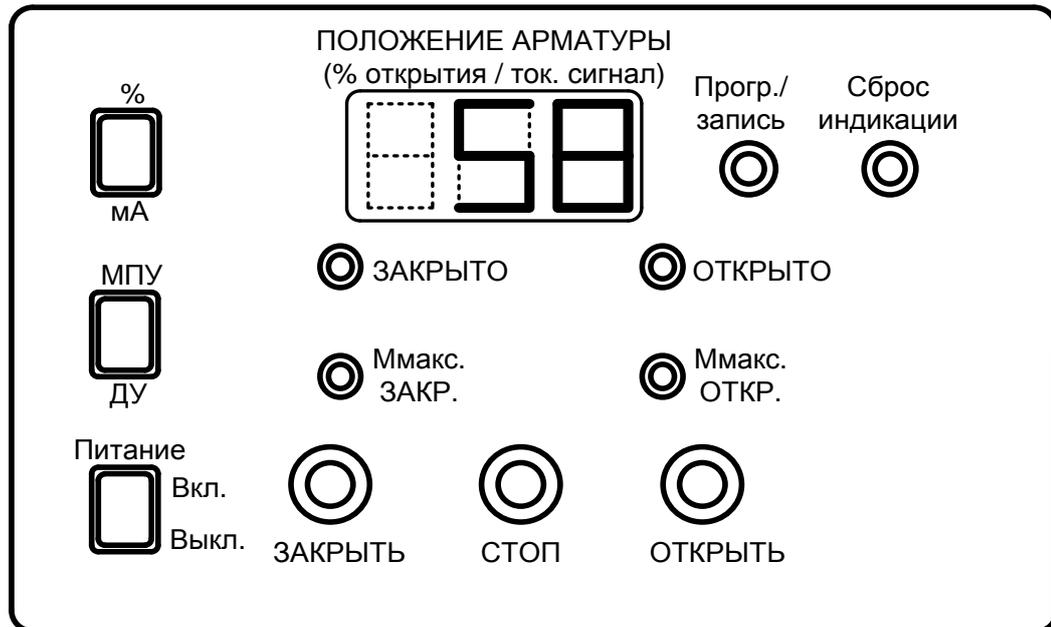

Рис.2 Лицевая панель МПУ-РМ1
1.4.1 На лицевой панели МПУ-РМ1 (рисунок 2) расположены: